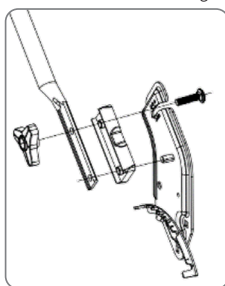

Fig. 1
1. Retire el manillar inferior. Inserte la placa aislante en las ranuras izquierda y derecha del manillar. Alinee todas las piezas y fíjelas con dos tornillos M8×35, asegurándolos con las perillas de bloqueo triangulares (Fig. 1). (Nota: para el modelo de empuje manual, sustituya los tornillos M8×35 por tornillos M8×26. No utilice la placa aislante).